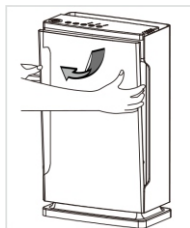

Рис. 4
8.1 Для того чтобы снять панель от воздуховода очистителя-рециркулятора поместите две руки на боковые стороны панели с отверстием для входа воздуха и потяните панель, так, чтобы отделить ее от магнита-защелки (рис. 4).